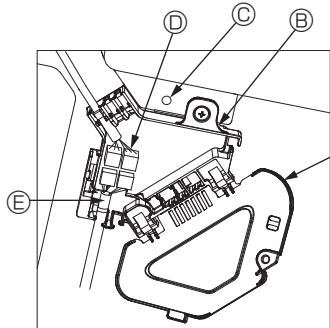
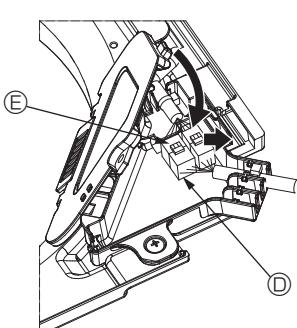

Fig. 10-8
Fig. 10-9
- ① Avlägsna en skruv som håller anslutningsdosans lock och öppna locket.
- ② Anslut anslutningskablarnas kontakt för lamellmotorn och panelmotorns kontakt i anslutningsdosan. (Fig. 10-8)
- ③ Stäng anslutningsdosans lock.
- Skjut locket in pilens riktning när du stänger anslutningsdosan och se till att det sitter fast i sina styrningar. (Fig. 10-9)